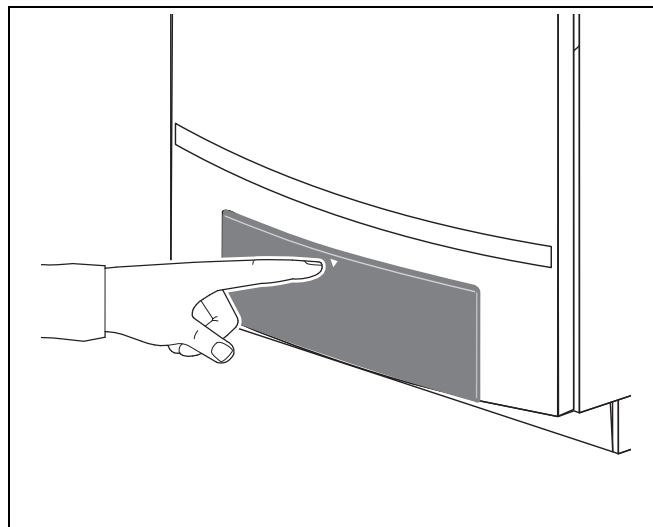

Fig. 95 Deschideți tabloul de comandă
- Deschideți tabloul de comandă prin apăsare (fig. 95).